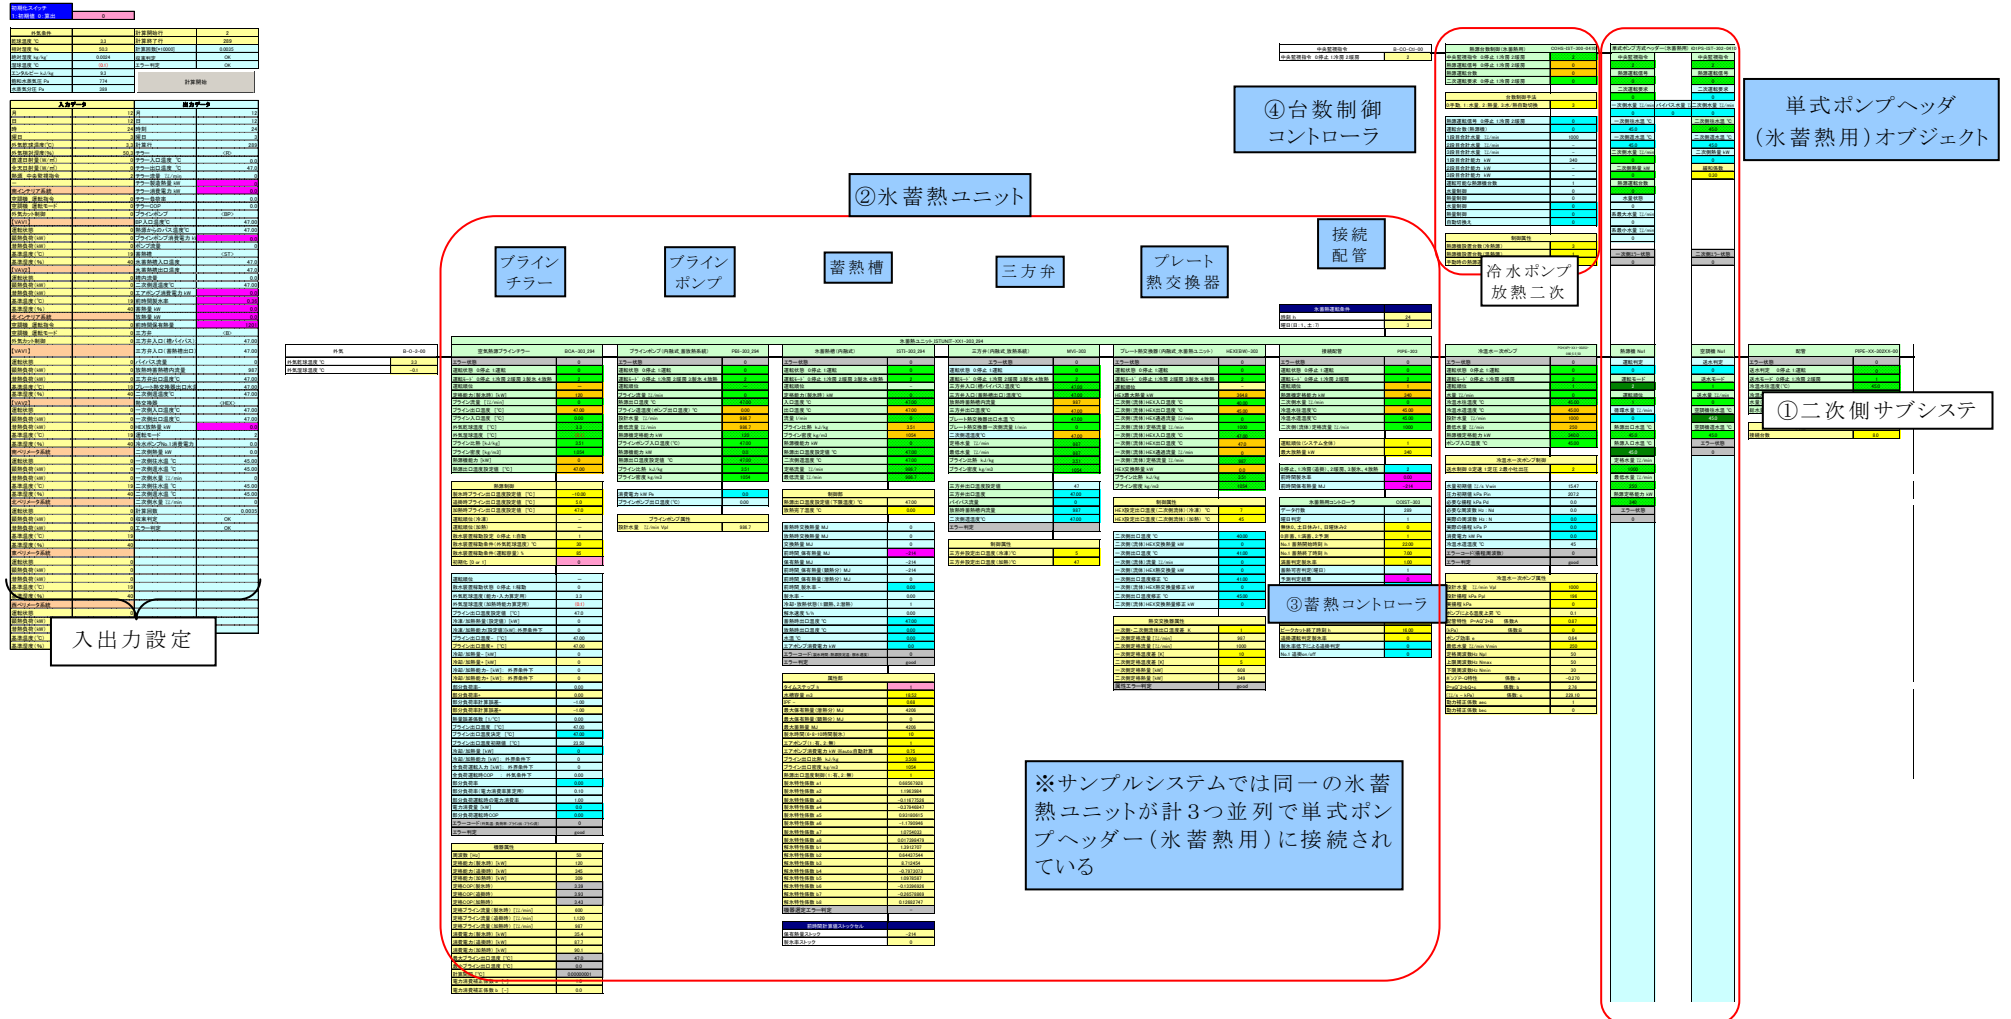

図 6.6 構築シートの全体構成
② モデル化の手順
(2)二次側サブシステムの構築(図 6.6 の①)
(3)氷蓄熱ユニットシステムの構築(図 6.6 の②)
(4)ユニットの運転優先順位、最大放熱量、運転スケジュールの設定(図 6.6 の③)
(6)台数制御コントローラの設定(図 6.6 の④)